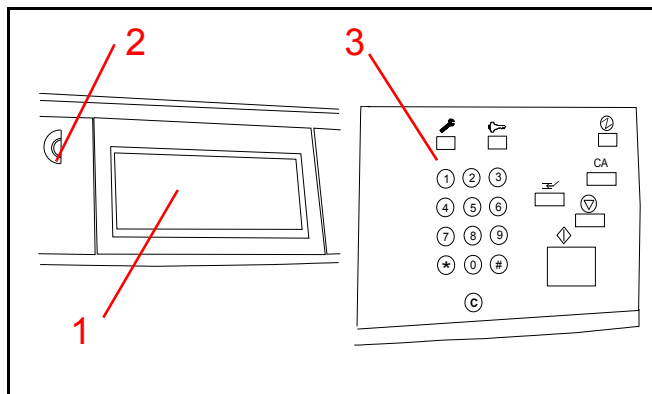

Figur 4
**Peg på serienummerpladen.** Se figur 4.